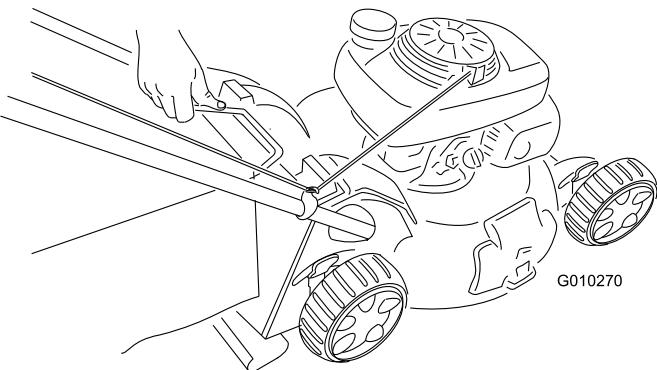

Figure 31
- Soulevez le bac à herbe par la poignée pour le dégager des rainures en haut de la machine et le retirer (Figure 31).